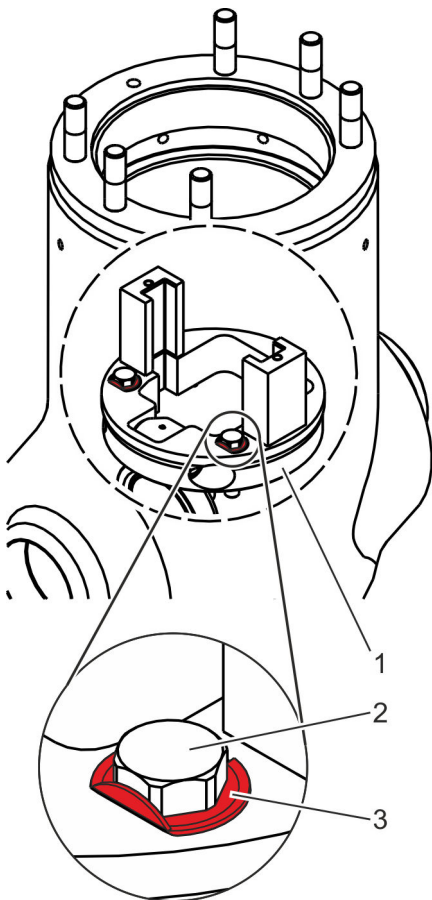

Abb. 54: Haltering befestigen
11. ▶ Haltering (Abb. 54/1) mit neuen Scheiben (Abb. 54/3) und Schrauben (Abb. 54/2) im Gehäuse locker befestigen.
Schrauben (Abb. 54/2) mit dem vorgesehenen Anzugsmoment festziehen.
13. ▶ Scheiben (Abb. 54/3) an einer Seite umbiegen.
⇒ Die Schrauben (Abb. 54/2) können sich nicht lösen.